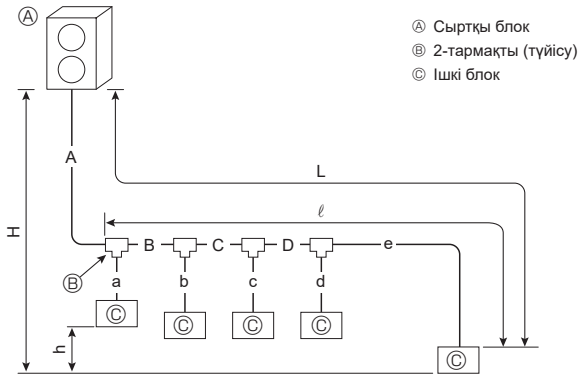

Fig. 4-3 (a)
4.3.1. Тармақтағышсыз қосу (Fig. 4-3)